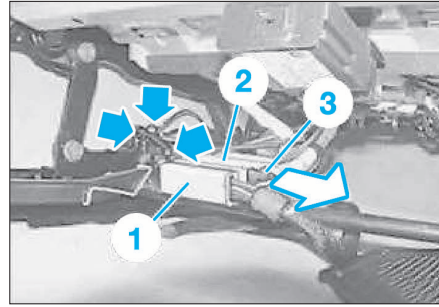

FIG. 19
- Déverrouiller et débrancher le connecteur (1) (Fig.19).